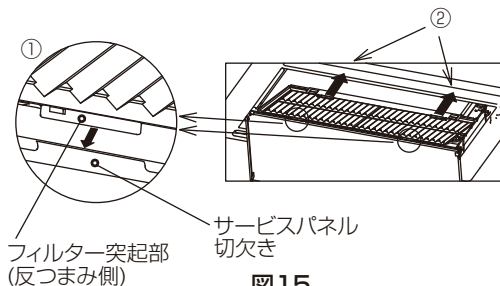
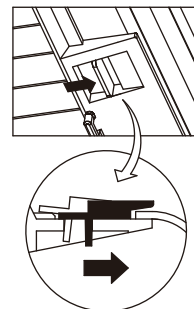

図15
図16
- ① フィルターの（反つまみ側の）突起部を図15のようにサービスパネルの切欠きに押し当てます。
- ② ①の状態、つまみ側を押し上げます。
- ③ フィルターのつまみを図16のようにスライドし、フィルターを取付けます。